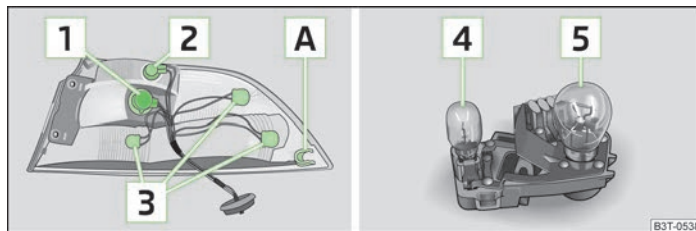

Fig. 190 Parte exterior de la luz posterior: Bombillas/Parte interior de la luz posterior: Bombillas
Resumen de la asignación de bombillas » fig. 190.
- Para volver a montar la luz posterior, introducirla primero con el alojamiento **A** » fig. 190 hacia adelante sobre un perno en la carrocería.
- Extraer la bombilla defectuosa [4] » fig. 190 e introducir una nueva en el portalámparas.